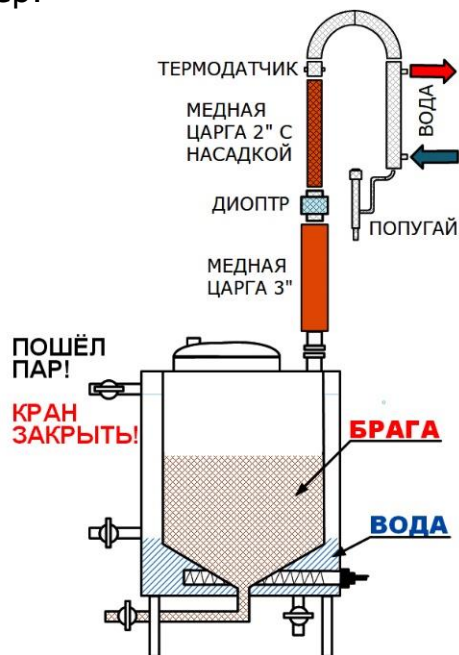

Рис.11. Колонна.
7.3. Собрать колонну для перегона браги на спирт сырец (СС) рис.11.